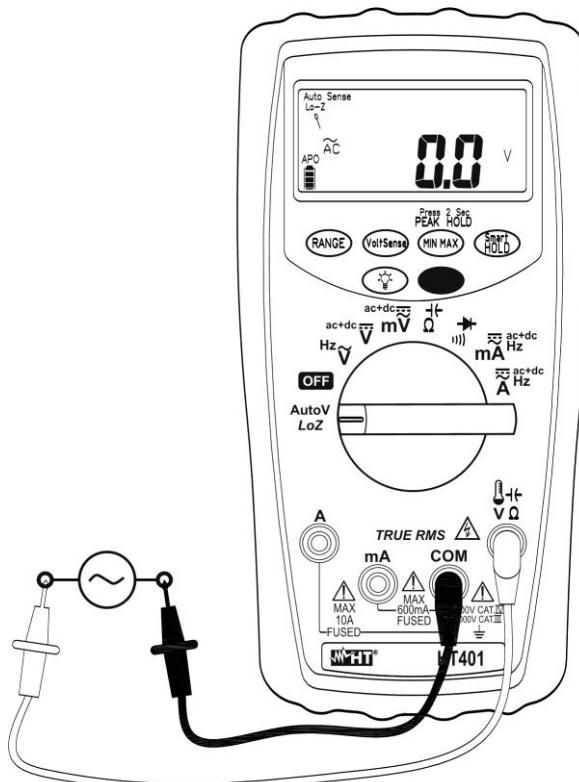

Fig. 4: Uso do instrumento para medir Tensões AC com baixa impedância (LoZ)
3. Colocar as ponteiras nos pontos pretendidos do circuito em exame (ver a Fig. 4). O valor da tensão é mostrado no display